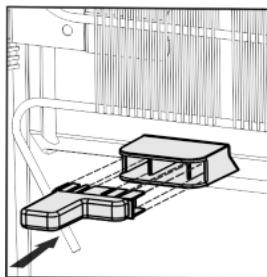

Fig. 4
- Извлеките распорную деталь Fig. 4 (13) из двери внизу слева.